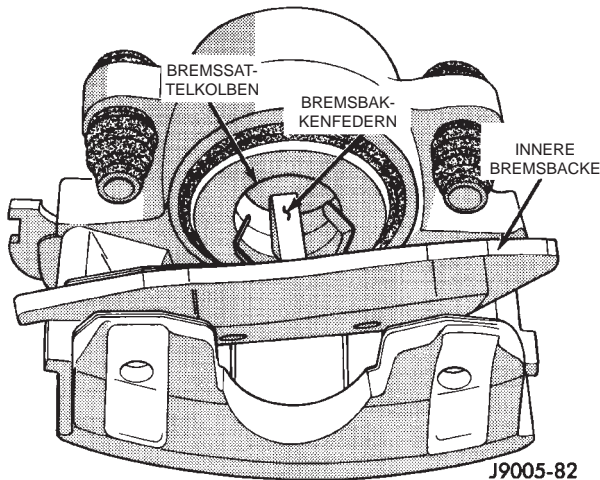

Abb. 34 Ausbau der inneren Bremsbacke
(5) Die Enden der inneren Bremsbacke greifen und die Bremsbacke nach außen kippen, um die Federn vom Bremssattelkolben zu lösen (Abb. 34). Dann die Bremsbacke vom Bremssattel abnehmen.